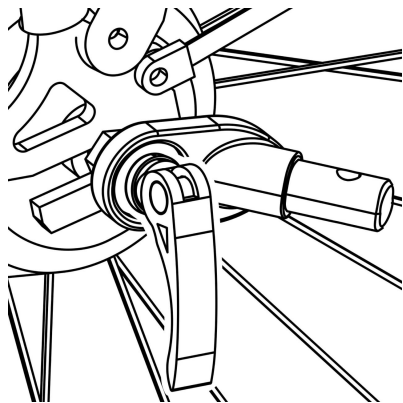

Figura 9
1. Eje de liberación rápida: Retire el mecanismo de liberación rápida del lado izquierdo del eje trasero de la bicicleta. Instale el enganche entre el cierre rápido y el marco. Apriete el cierre rápido siguiendo el manual del fabricante de la bicicleta. El enganche puede permanecer en la bicicleta cuando se retira el remolque (Figura 9).